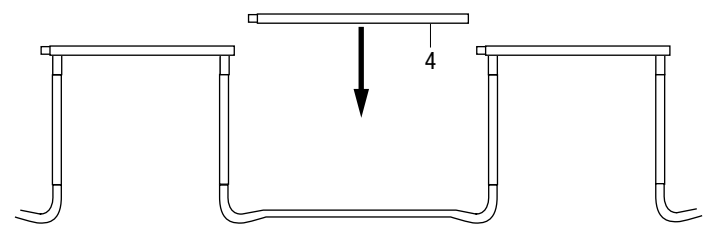

fig. 3.2
b) Ahora inserte los otros caños del marco (4) en los espacios intermedios entre los pies de soporte (6) uniéndolos entre sí. (fig. 3.2)